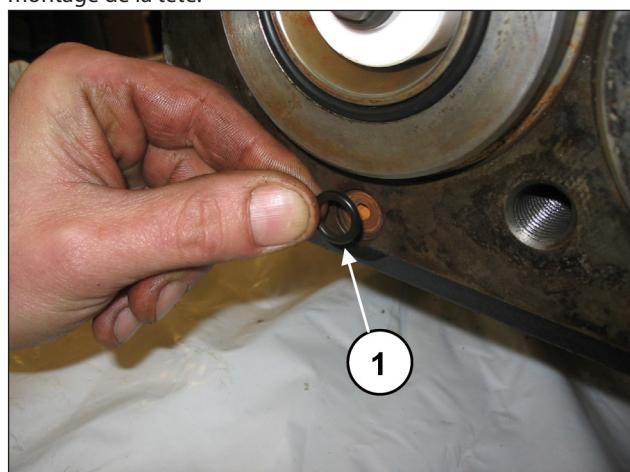

Fig. 183
Monter le joint torique de l'orifice de recirculation (rep. ①, Fig. 183).